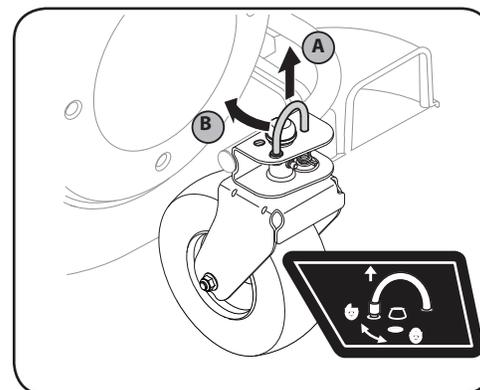

Figure 3-5
1. Pour verrouiller la roue pivotante, tirez la goupille de blocage, voir (A) dans la Figure 3-5, faites-la pivoter vers l'arrière et insérez-la dans le plus grand trou. Voir (B) dans la Figure 3-5.